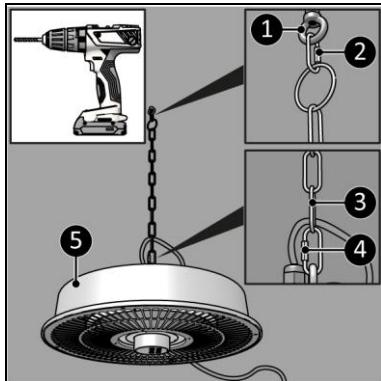

Figura 7
- Introduceți bulonul cu pană în gaură (Figura 7, poz. 1).
- Ataşați cârligul de carabină (Figura 7, poz. 2) la inelul lanțului de ancorare (50 cm) și bulonul cu pană (Figura 7, poz. 1).
- Ataşați cârligul de carabină (Figura 7, poziția 4) la celălalt capăt al lanțului suspendat (50 cm) (Figura 7, poziția 3) și inelul de ancorare al dispozitivului (Figura 7, poziția 5).
- Ataşați cârligul de carabină (Figura 7, poziția 4) la lanțul suspendat (Figura 7, poziția 3) și inelul de ancorare al dispozitivului (Figura 7, poziția 5).